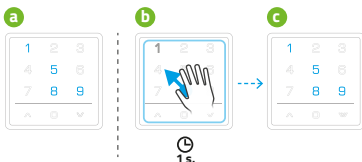

fig. 9.3
3. L'activation à la main près de l'écran de champ télécommande. Ce mode n'est possible qu'avec un contrôle gestuel actif. Dans ce mode, les canaux qui ont été gérés lors de la dernière session avant le mode veille seront activés sur l'écran. La télécommande attend une commande pour ces canaux ou une sélection d'autres canaux - fig. 9.3.